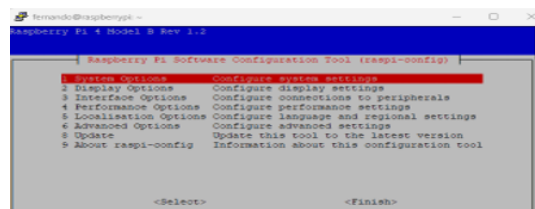

Figura 2 RasPi Configuration Utility.
3. **Configurar el puerto serial (UART).** Dentro de la terminal abierta por SSH se introduce el comando `sudo raspi-config` para abrir el RasPi Configuration Utility que se muestra en la Figura 2.